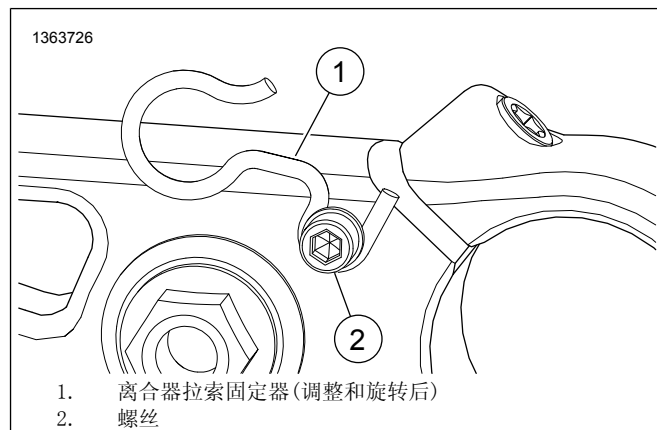

图4。调整后的离合器拉索固定器
1. 图4松开螺丝 (2) 。
2. 拆下OE离合器拉索固定器 (1) 。